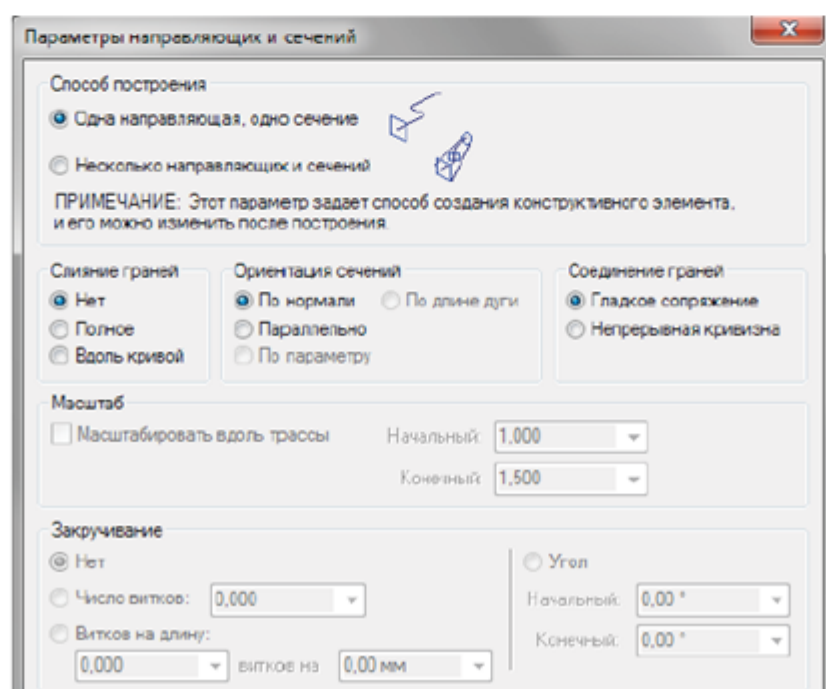

Рис. 2.11. Окно **Параметры направляющих и сечений**
1. После щелчка ЛКМ по иконке команды появляется окно **Параметры направляющих и сечений** (рис. 2.11), в котором задается количество направляющих и сечений, параметры ориентации сечений относительно трассы, параметры слияния граней, параметры масштабирования сечения вдоль трассы и закручивания вокруг нее (параметры масштабирования и закручивания становятся доступны только после выполнения всех шагов команды).